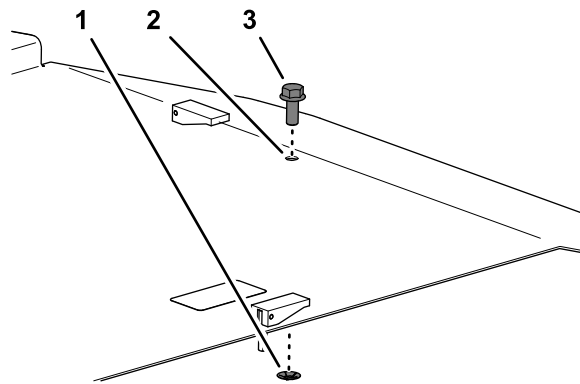

Figura 4
2. Retire la tuerca rápida que sujeta el perno a la cubierta de la carcassas, y retire el perno de la cubierta (Figura 4).